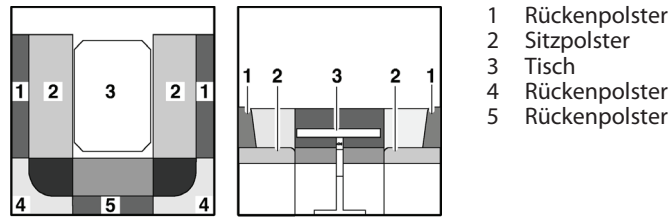

Bild 150 Vor dem Umbau
- Tisch (Bild 150,3) zum Bettunterbau umbauen (siehe Abschnitt 7.9).